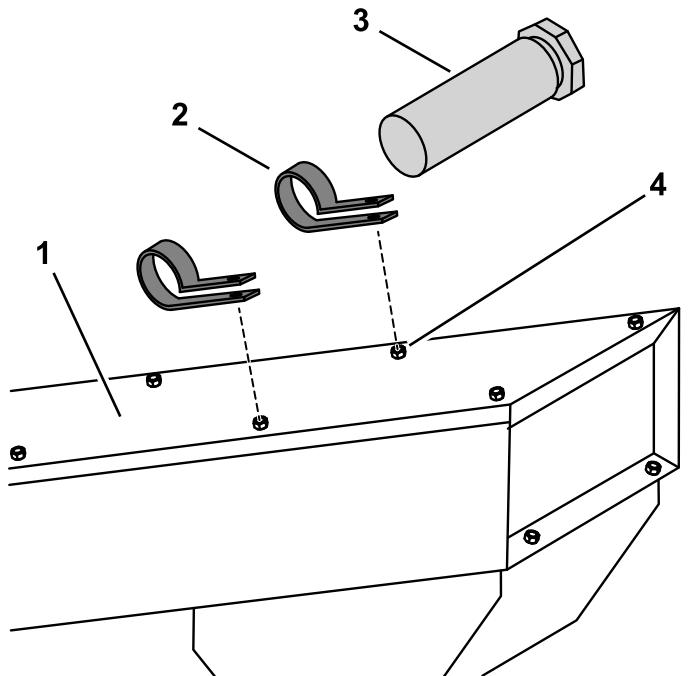

Рисунок 11
- Снимите и отложите в сторону имеющиеся крепежные детали на подъемнике сборщика кернов, как показано на Рисунок 11.
- С помощью имеющихся крепежных деталей установите, не затягивая, два R-образных хомута на подъемник сборщика кернов (Рисунок 11).